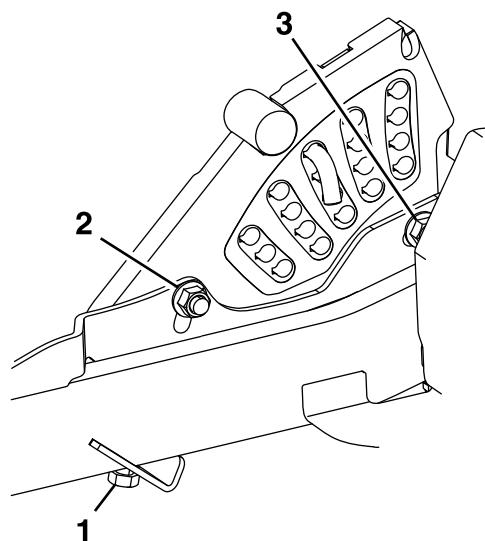

Figure 78
11. Si les 4 dispositifs de réglage du plateau n'offrent pas suffisamment de capacité de réglage pour obtenir la hauteur de coupe précise avec le râteau souhaité, vous pouvez ajuster le système monopoint (Figure 78).
12. Pour ajuster le système monopoint, commencez par desserrer les boulons de montage de la plaque de hauteur de coupe avant et arrière (Figure 78).
14. Serrez les 2 boulons au bas de la plaque de hauteur de coupe (Figure 78).